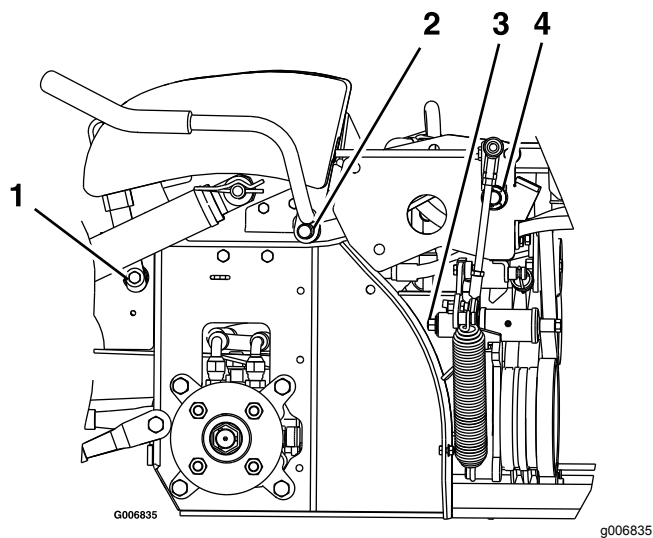

Figura 35
3. Lubrificate le boccole in bronzo sul perno di articolazione della maniglia del freno con un lubrificante spray o con olio leggero (Figura 35).